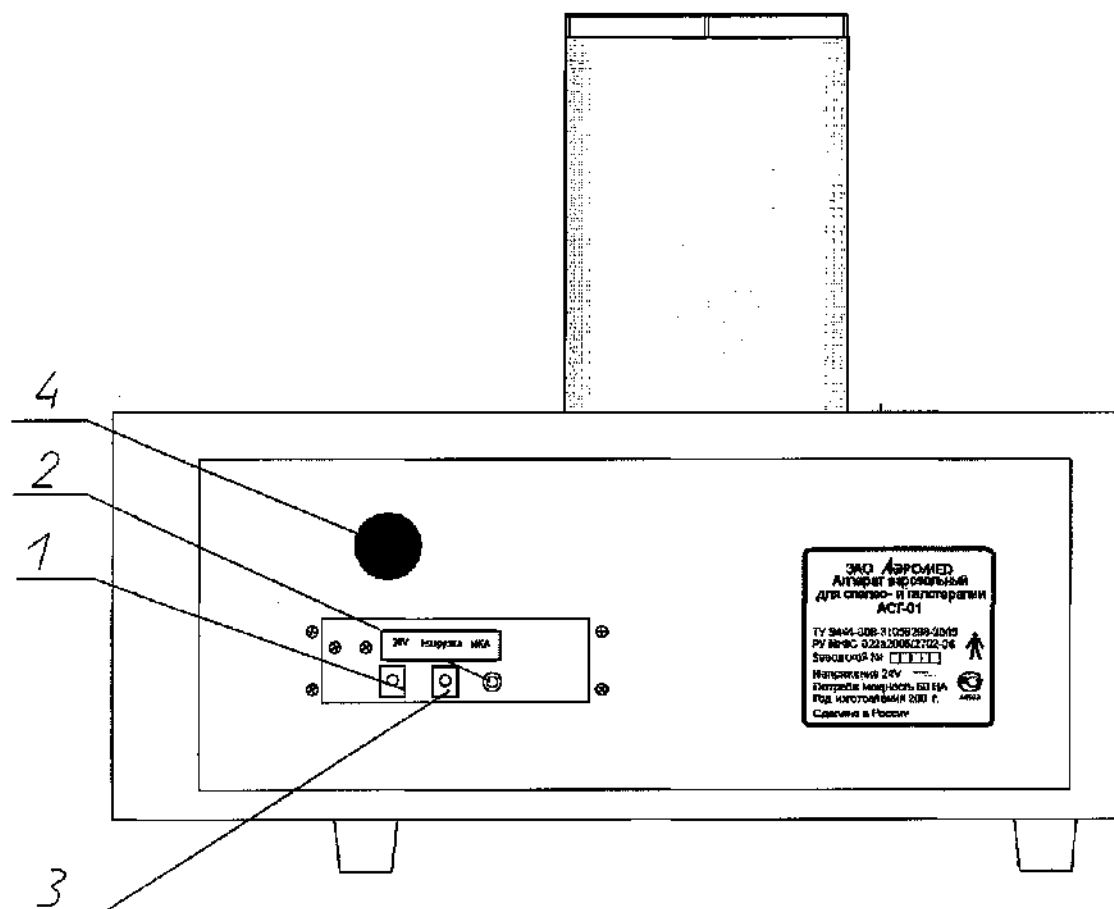
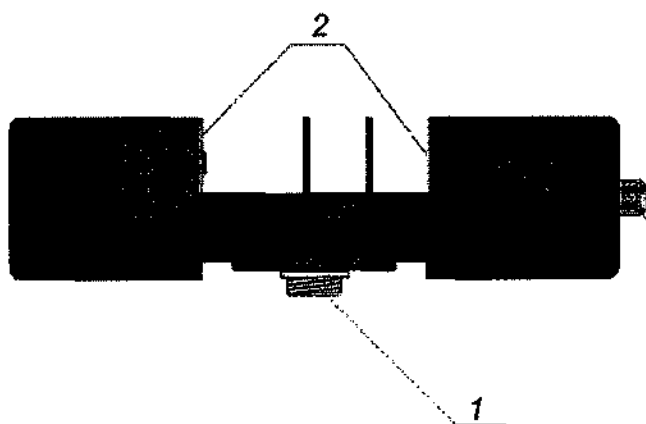

Рисунок 3. Внешний вид аппарата (вид сзади).
Рисунок 6. Индикатор концентрации аэрозоля.
На задней стенке аппарата расположены разъемы для подключения кабеля питания (п.1 рис.3), кабеля индикатора (п.2 рис.3), кабеля блока управления вентиляцией (п.3 рис.3).
После завершения загрузки соли установите выключатель аппарата (п.4 рис.3) в положение «включено». На индикаторе загорается указатель работоспособности (п.2 рис.6). На табло через 5 секунд появляется надпись [**ПОЖАЛУЙСТА ПОДОЖДИТЕ.. / 60**] с обратным отсчетом времени.
- Необходимо не реже одного раза в месяц производить чистку индикатора. С помощью сухой мягкой кисточки, входящей в комплект поставки, тщательно очистите поверхности защитных стекол (п.3 рис.6) и диафрагмы индикатора от налета соли.